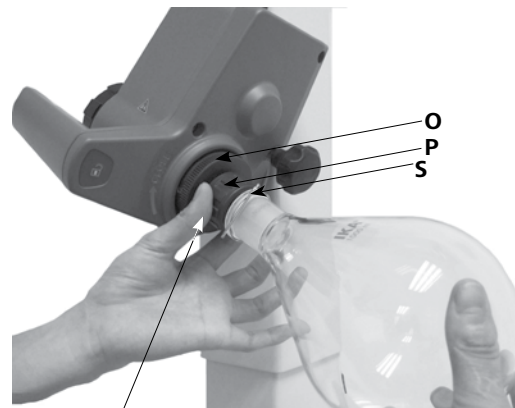

Fig.15b
- 逆时针旋转带固定夹 (S) 的塑料螺母 (P) 直至固定夹可以扣在法兰上。(Fig. 15b)
- 此时，顺时针旋转塑料螺母 (P) 直至固定夹紧紧扣住法兰。旋转时，请按住蒸气管上的锁定装置(O)。